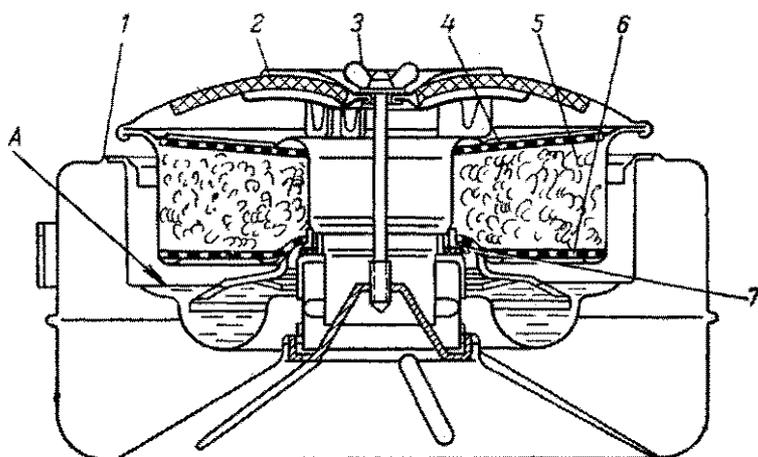

Рис. 49. Воздушный фильтр
**Воздушный фильтр** (рис. 49) инерционно-масляный, с глушителем шума всасывания крепится к карбюратору центральным винтом-барашком 3 и дополнительно при помощи бокового упора (кронштейна) к крышке коробки коромысел.